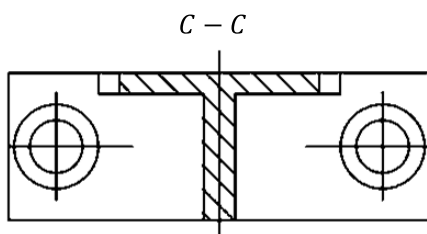

图 6-7 (b) C-C 半剖视图
C-C 半剖视图如图 6-7 (b) 所示:
1. 某组件中零件间的配合尺寸如图 6-7 所示。